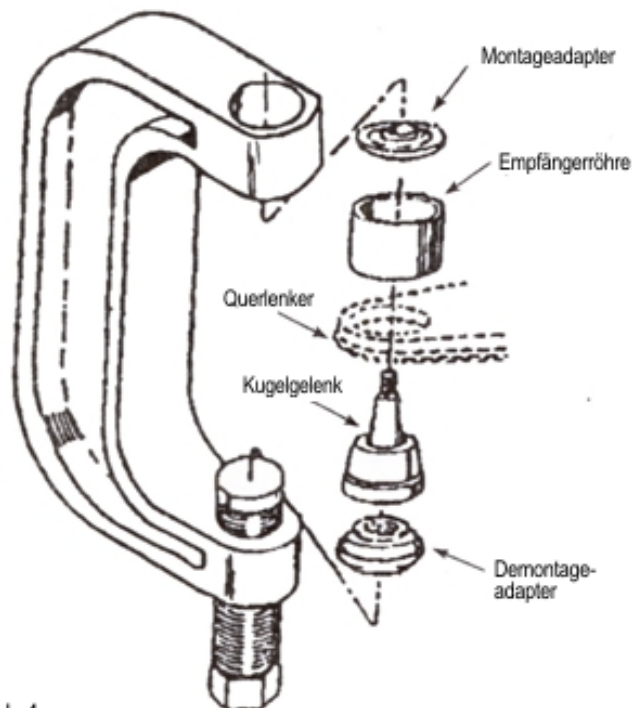

Abb.4
3. Montieren Sie die Komponenten der Kugelgelenkpresse wie in Abb.4 gezeigt. Platzieren Sie die Empfängerröhre und ziehen Sie die Spanschraube an. Prüfen Sie die Ausrichtung des Werkzeugs und aller Komponenten und ziehen Sie die Spanschraube solange an, bis das Kugelgelenk sicher und fest montiert ist.